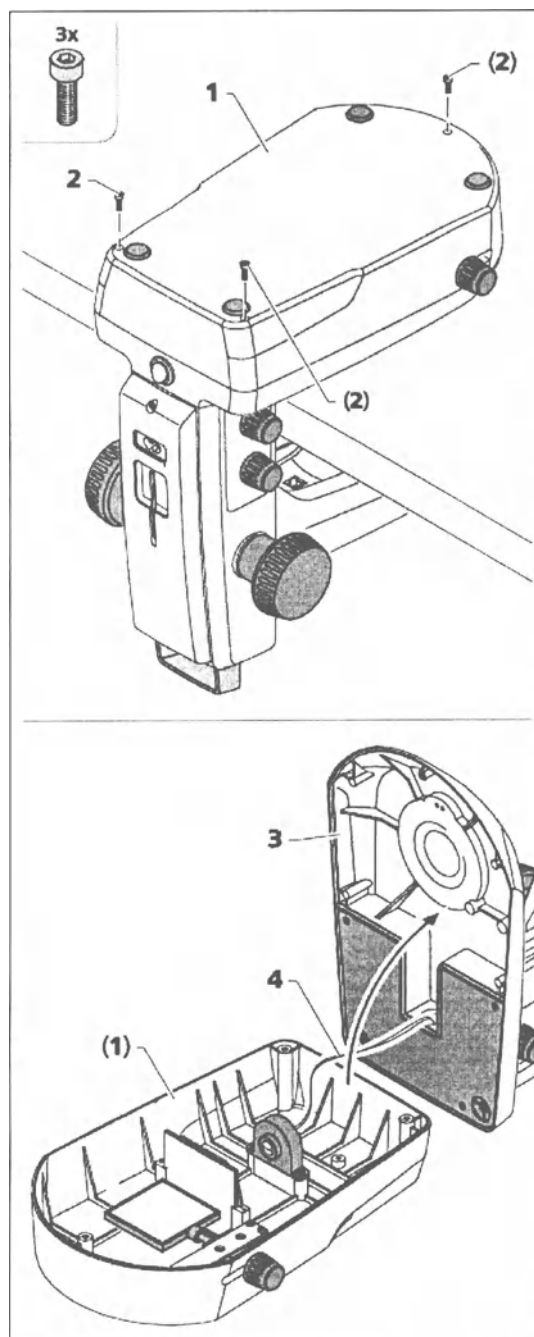

Рис. 29. Демонтаж крышки штатива K LAB
Снятие крышки с основания штатива проходящего света (рис. 29/1) (рис. 29/3) осуществляется для очистки или удаления случайных посторонних веществ.
- Для этого снимите три винта (рис. 29/2) с крышки штатива (рис. 29/1) при помощи торцевого ключа и отложите их в сторону.
- Осторожно поднимите крышку штатива (рис. 29/3) над основанием проходящего света (рис. 29/1) и отложите штатив в сторону.
Убедитесь в том, что кабель (рис. 29/4) не отключен от основания проходящего света (рис. 29/1).